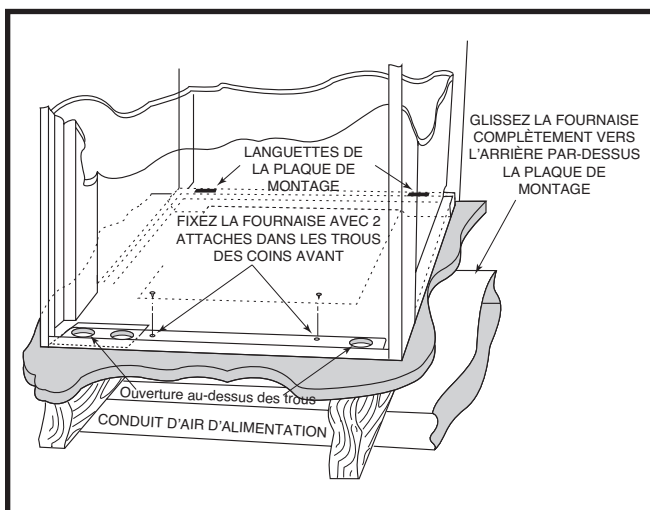
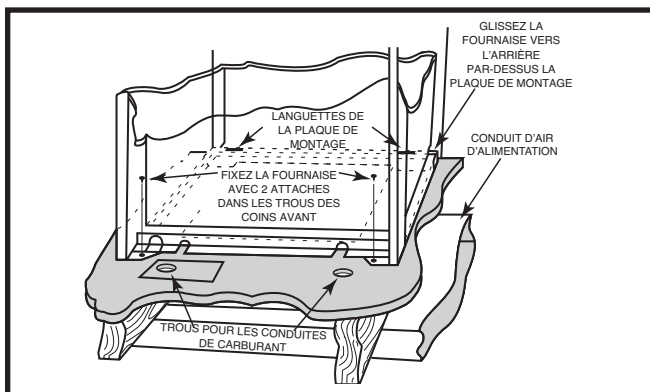

Figure 15. Fournaises de placard « A » et « B »
Figure 16. Fournaise de placard « A » sur armoire à serpent
Les côtés et l'arrière de la fournaise peuvent être couverts d'un cadre mural comme dans un placard ou une alcôve. Les dimensions de la pièce ou de l'alcôve doivent convenir à la taille complète des dégagements de la fournaise et de l'installation spécifiés dans la Figure 4 \(page 6\) et dans la page 6. La fournaise doit être raccordée adéquatement au système d'alimentation tel que montré dans la Figure 15 \(page 9\) et la Figure 16 \(page 9\).
4. Fixez le devant avec une (1) ferrure dans chaque coin. Consultez la Figure 15 et la Figure 16.